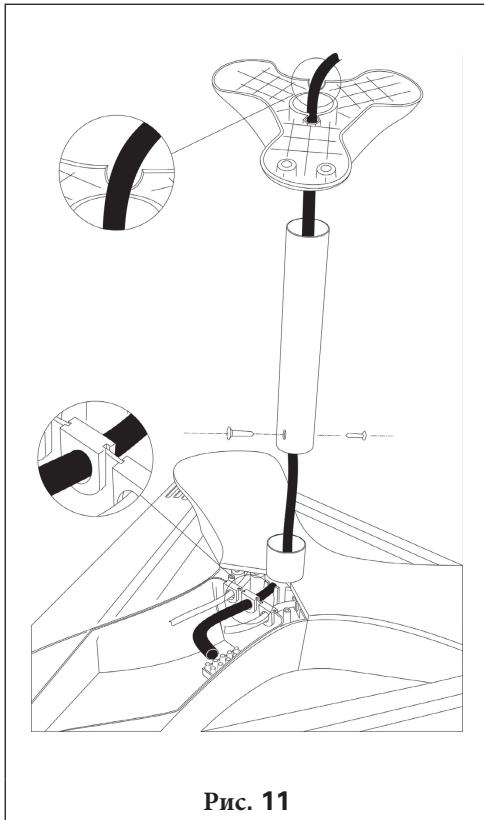

Рис. 11
4. Выполните электроустановку на панели разъемов Girosole в соответствии с предыдущими инструкциями (Ch.2). Силовой кабель потолочных моделей проходит "сверху". Он должен проходить через держатель для кабеля и также через отверстие в передней части в пластиковом разъеме, чтобы выйти из верхней части пластикового разъема. Процесс показан на рис. 11.
5. Вставьте кабель через металлическую трубку (рис. 11).
6. Опустите металлическую трубку в пластиковый разъем (рис. 11).
7. Прикрепите трубку к разъему с помощью двух саморезов 3.5 x 6 в два противоположные отверстия (рис.11)